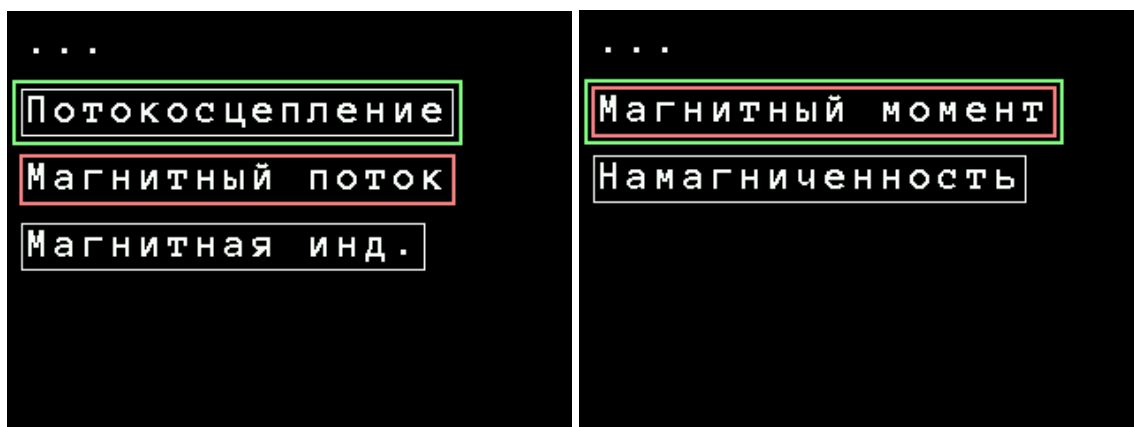

Рисунок 3.30. Подменю выбора измеряемой величины «Измерения» при использовании измерительных катушек (слева) и катушек Гельмгольца (справа)
- подменю «Измерения», предназначенное для выбора измеряемой физической величины (рисунок 3.30);